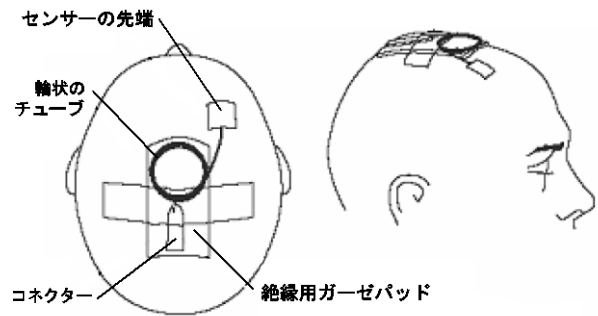

図1 MRI 検査時のマイクロセンサーの配置
重要：マイクロセンサーのコネクターは MR 画像に多くのアーチファクトや歪みが生じる。MRI 検査中は、図 1 のようにマイクロセンサーを固定すること。本ガイドラインに従わなかった場合は、患者に重篤な傷害を引き起こす可能性がある。
- センサー先端の発熱の可能性を最小限に抑えるために、図 1 のようにマイクロセンサーのチューブ部分をインプラントされているセンサー先端から約 8cm 残し、残りのチューブを直径約 5cm の 5～6 個の輪にして、コネクターの近くに巻くこと。マイクロセンサーを直線的に配置して、MRI 検査を実施しないこと。